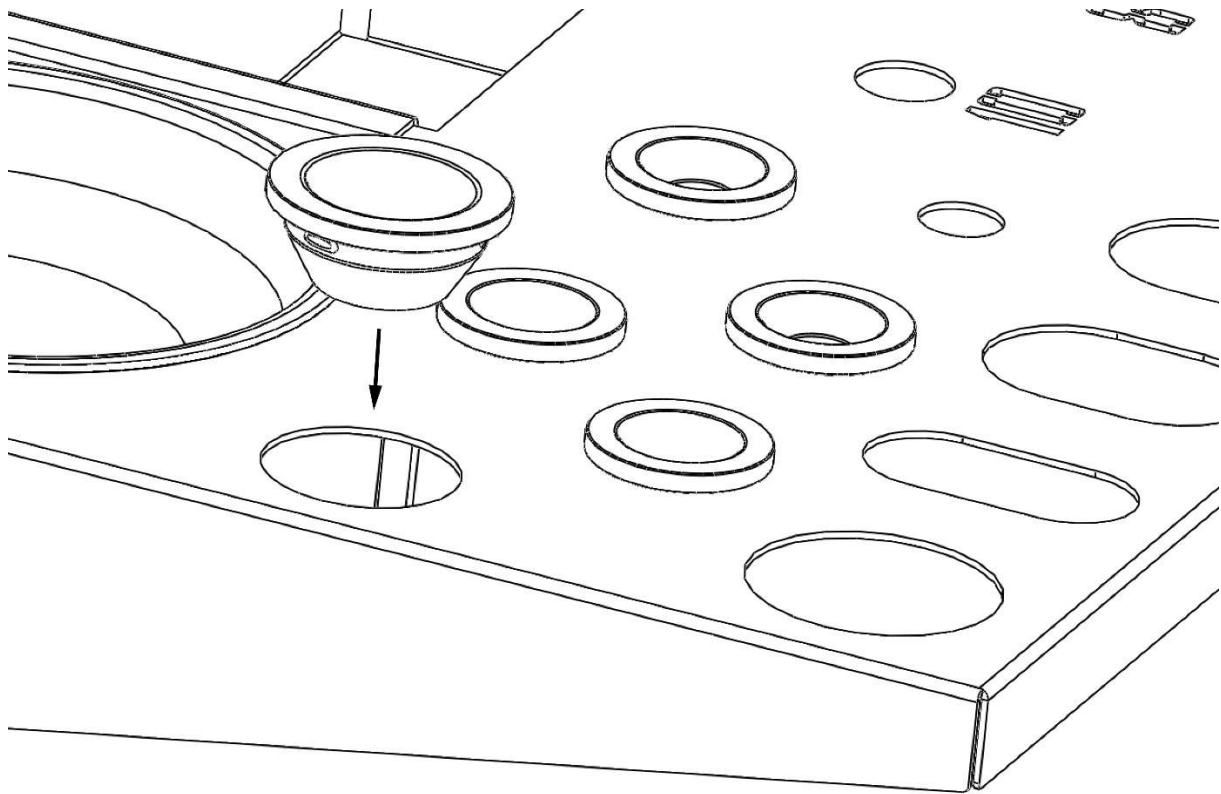

Figura 11: Supporti in plastica opzionali per cacciaviti
6. Riposizionare la copertura in plastica sul braccio Add-On (**figura 11**). Utilizzare un martello in gomma o uno strumento morbido simile.
- ◆ I supporti in plastica inclusi possono essere utilizzati per evitare che i cacciaviti si inclinino nel vassoio. Si installano inserendoli dall'alto negli alloggiamenti e premendoli verso il basso (**figura 11**).